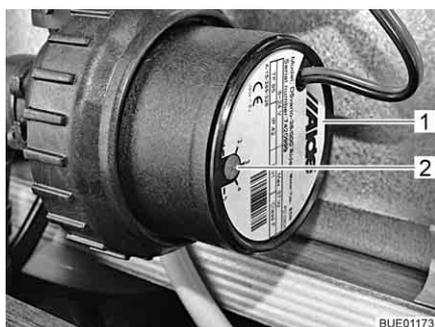

Fig. 192 Riduzione del numero di giri
Con il pomello girevole (Fig. 192,2) è possibile impostare il numero di giri della pompa di circolazione. A un numero di giri ridotto i rumori prodotti dal funzionamento della pompa si riducono.
Il pomello girevole si trova sulla pompa di circolazione (Fig. 192,1).
- Ruotare il pomello girevole (Fig. 192,2) in senso antiorario. La potenza diminuisce.